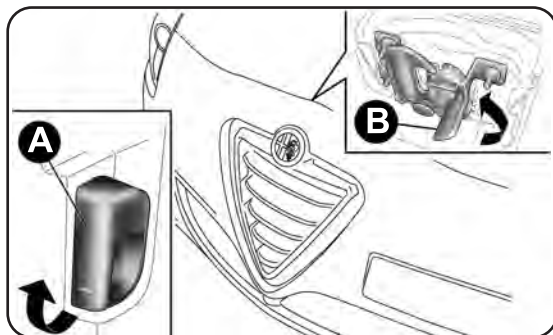

fig. 77
- tire de la palanca A-fig. 77 en el sentido indicado por la flecha;